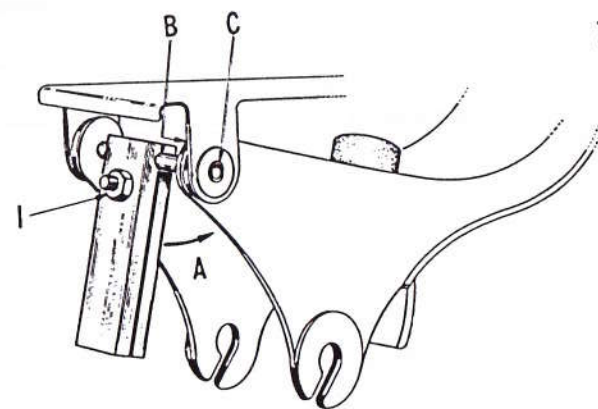

Fig. 23
8380 - REMPLACEMENT d'une CHARNIERE de COUVERCLE de MALLE - (Fig. 23)
- Clé à pipe de 14 - Etau spécial PL 9 (Fig. 23) -